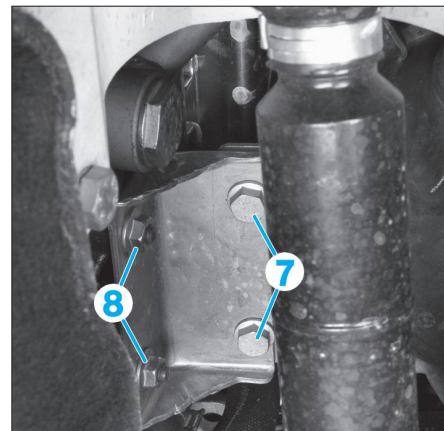

FIG. 98
- Déposer les vis (7) et les écrous (8) (Fig.98).